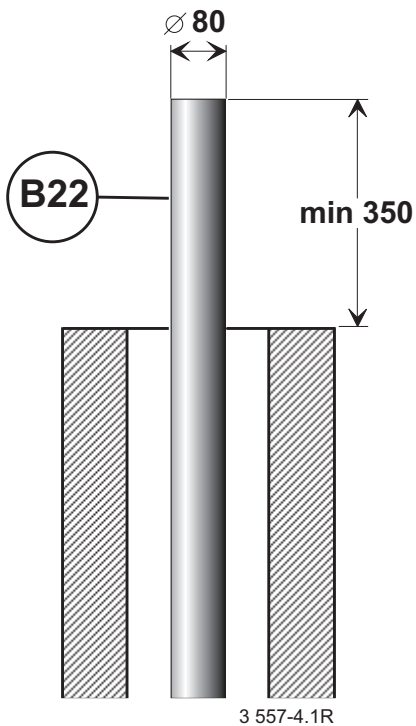

Bild 17
- ▶ Verlängerungsrohr (B22) ohne Muffe entsprechend Bild 17 überstehen lassen.